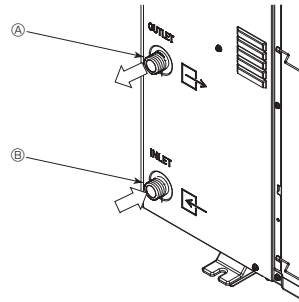

Fig. 6-1
6.1. Collegamento delle tubazioni dell'acqua (Fig.6-1)
- La Fig. 6-1 indica la posizione dei tubi interni ed esterni.
[Fig. 6-1]